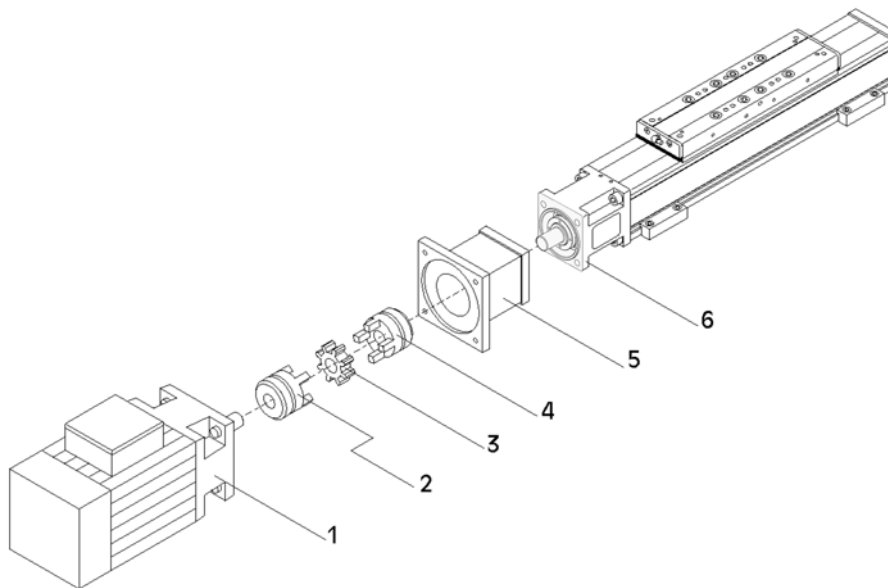

Bild 13: Elektrischer Antrieb
1. **Bild 13:** Den Motor (1) in Anbauposition neben die Lineareinheit legen.
3. Kupplungshälfte (4) auf Antriebswelle der Lineareinheit montieren.
4. Motorglocke (5) mit vier Schrauben am Festlagergehäuse (6) befestigen.
5. Zahnkranz (3) auf Kupplungshälfte an der Lineareinheit schieben.
6. Die zweite Kupplungshälfte (2) auf den Antriebszapfen des Motors montieren.
7. Motor mit Kupplungshälfte mittels vier Schrauben an der Motorglocke (5) befestigen. Dabei ist zu beachten, dass keine axialen Druckkräfte auf die Motorwelle wirken. Gegebenenfalls ist der Abstand der beiden Kupplungshälften zu korrigieren.